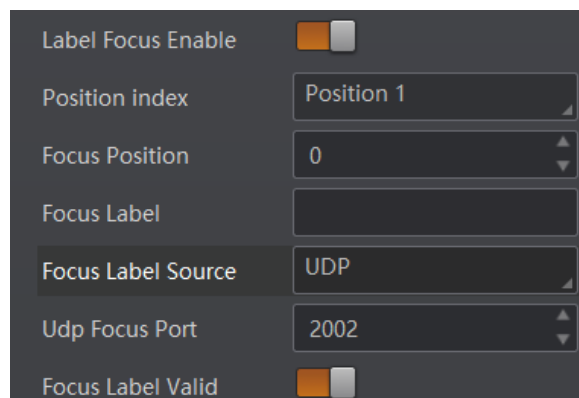

图3-17 UDP 外部触发
9. 当选择 UDP 触发方式时，需通过 Udp Focus Port 参数设置设置 UDP 触发服务端口，如图 3-17 所示。